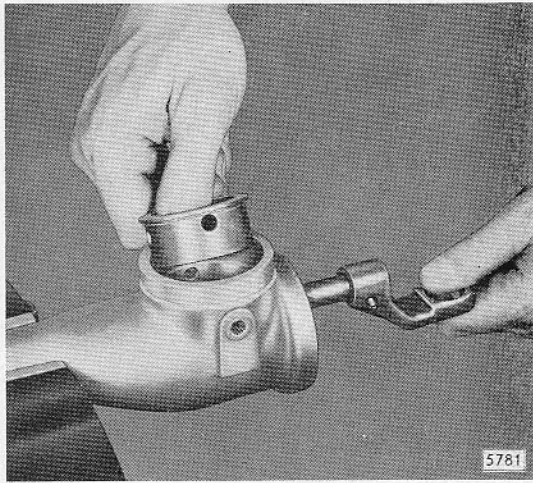

Bild B 21 - Kugelsitzring und Schaltwelle aus Schaltgehäuse herausnehmen
5. Anschlagleiste sowie beide Führungzapfen aus Schaltgehäuse herausschlagen und Kugelsitzring sowie Schaltwelle mit Schaltzwischenhebel aus Schaltgehäuse herausnehmen (Bild B 21).